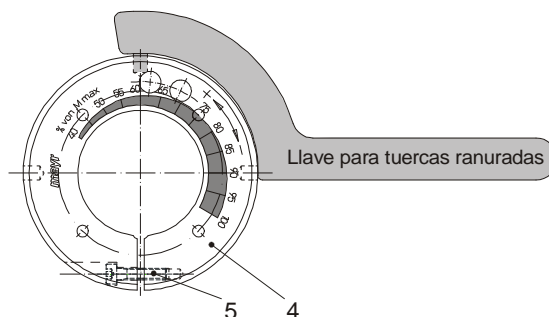

Figura 9
- b) Suelte el tornillo de retención (5) en la tuerca de reajuste (4).
c) Gire la tuerca de reajuste (4) con ayuda de la escala de ajuste estampada (Figura 9) en sentido horario o antihorario mediante una llave para tuercas ranuradas o llave de espigas hasta ajustar el par deseado.